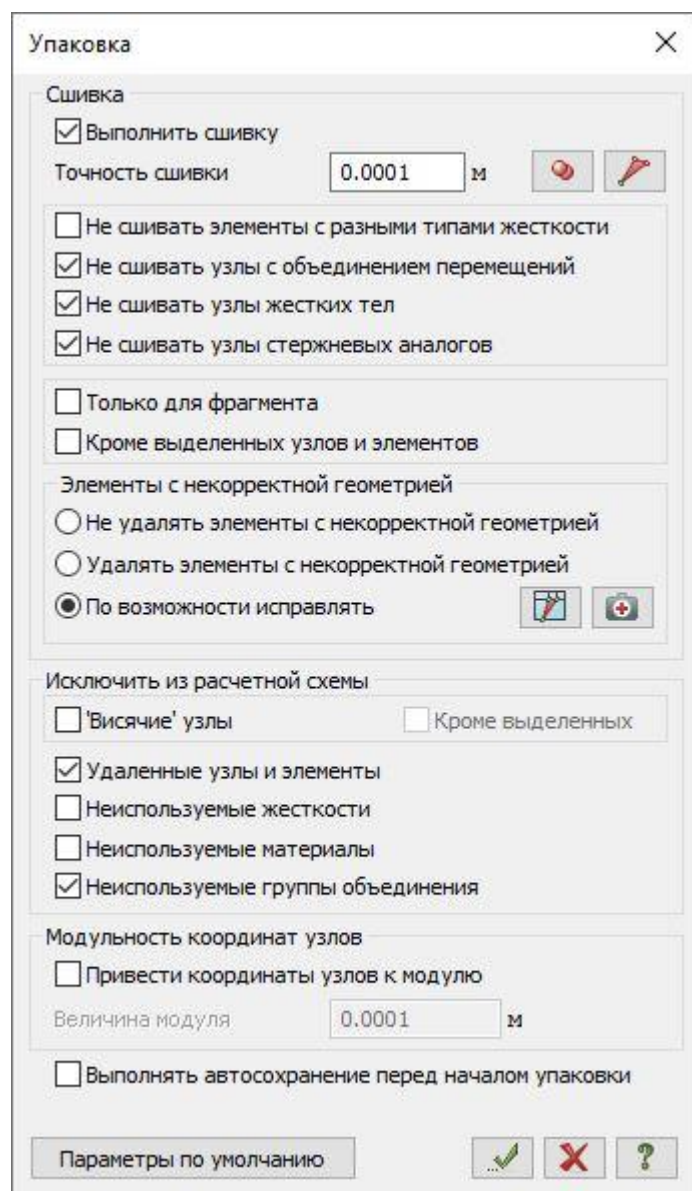

Рис.5.13. Диалоговое окно Упаковка
- Щелчком по кнопке  – **Упаковка схемы** (панель **Редактирование** на вкладке **Создание и редактирование**) вызовите диалоговое окно **Упаковка** (рис.5.13).